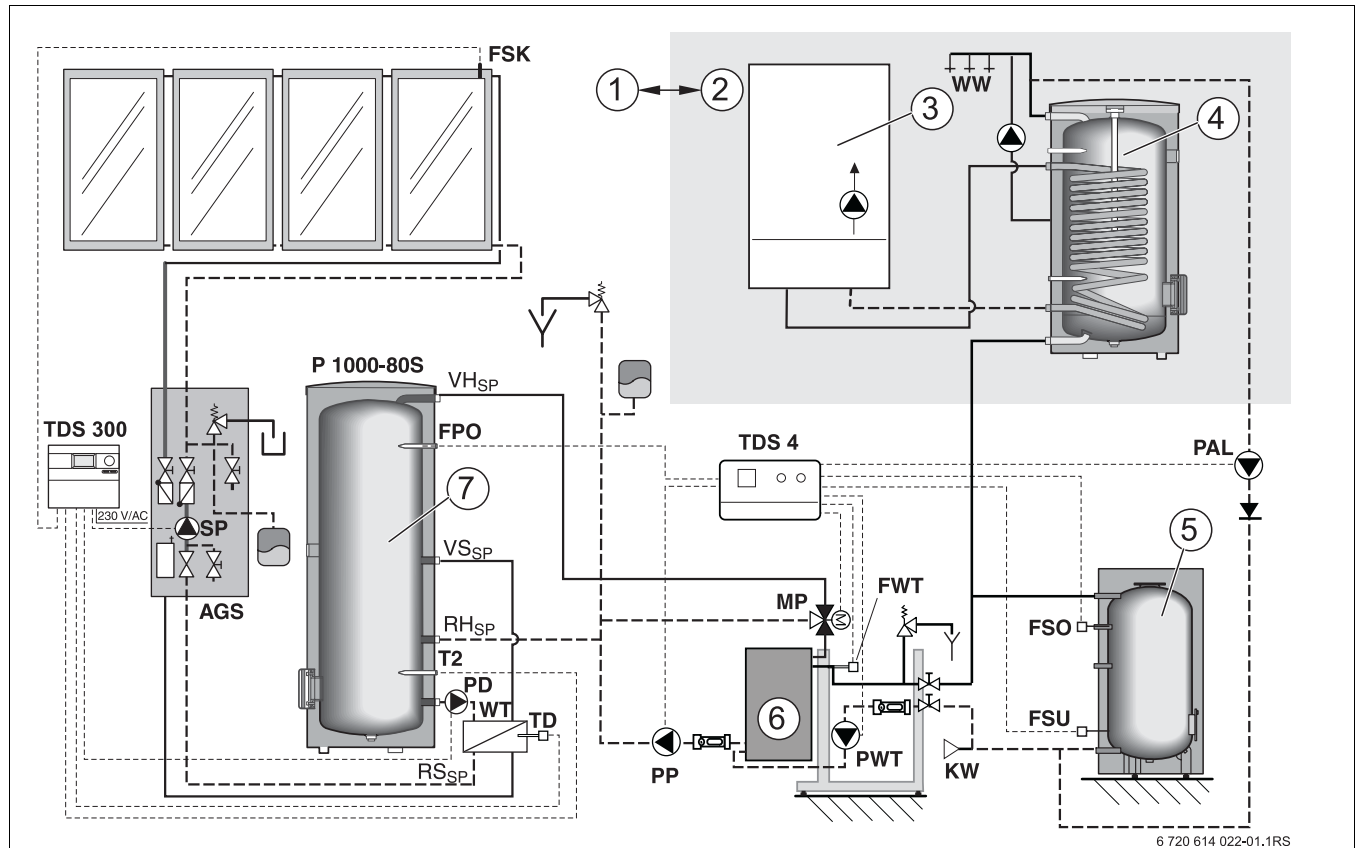

Bild 8 Vorwärmesystem mit Pufferentladestation
Beachten Sie unbedingt bei der Montage die Hydraulik der Anlage (→ Bild 8, Seite 12).
- ▶ Die Umwälzpumpe PAL (→ Bild 8, Seite 12) zwischen dem Warmwasseraustritt des Bereitschaftsspeichers (WW; → Bild 8, Seite 12) und dem Kaltwassereintritt des Vorwärmerspeichers (KW; → Bild 8, Seite 12) montieren.